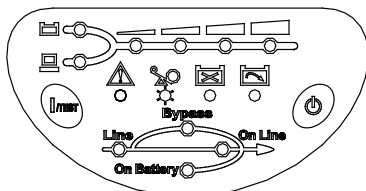

Рис. 4-8 Индикация короткого замыкания на выходе ИБП
**Короткое замыкание.** При коротком замыкании на выходе ИБП в режимах двойного преобразования или резервного питания, изделие отключается и выходное напряжение отсутствует. При этом загорается индикатор аварии и подаётся непрерывный звуковой сигнал. После устранения короткого замыкания ИБП возобновляет подачу питания потребителям. При возникновении короткого замыкания в режиме байпаса срабатывает встроенный входной автоматический выключатель и ИБП отключается. См. рис. 4-8.